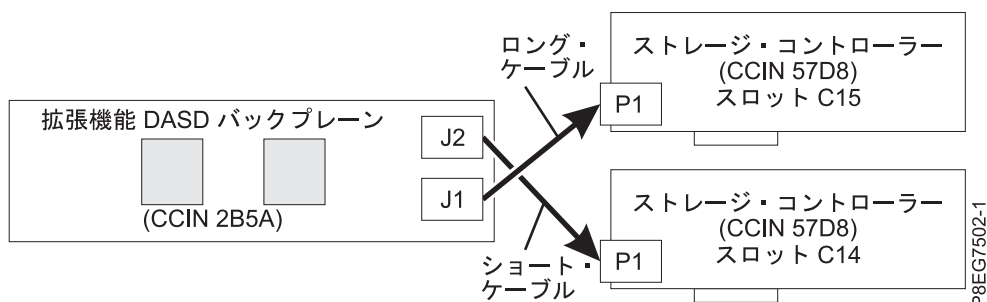

図 8. 拡張機能構成での SAS ケーブルの再接続
- 2 つの PCIe3 x8 キャッシュ SAS RAID 内部アダプター (CCIN 57D8) (拡張機能) がある場合は、短い SAS ケーブルが上部のディスク・ドライブ・バックプレーン・コネクタ (J2) からスロット P1-C14 にある SAS RAID 内部アダプターの P1 コネクタに接続されています。長い SAS ケーブルは、下部のディスク・ドライブ・バックプレーン・コネクタ (J1) からスロット P1-C15 にある SAS RAID 内部アダプターの P1 コネクタに接続されています。図 8 を参照してください。